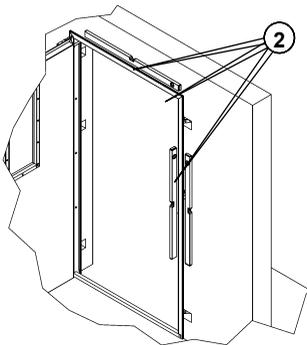
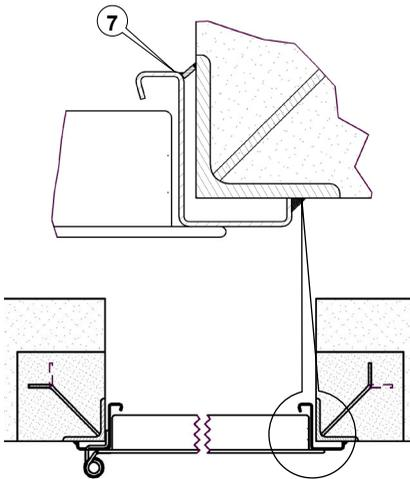

Abb. 97: Ausrichten des Türelementes mit der Wasserwaage
Abb. 103: Türelement an Maueranker angeschweißt (Mauerwerk- und Betonwand)
5. Zarge in allen Ebenen mit Hilfe einer Wasserwaage (siehe Abb. 97) ausrichten, ggf. unterkeilen.
7. Dübelbohrung D (Ø10) im Bereich der Anker (1) und (4) in die Wand einbringen.
14. Zarge an jeder Ankerstelle – falls erforderlich – durch Anschweißen von passenden, 2 mm dicken Stützblechen (siehe Abb. 103) gegen Verdrehen sichern.
4. Zarge im Bereich der Anker (1) und (3) ausreichend fest heften.
9. Zarge an jeder Ankerstelle am hinteren Zargenspiegel ggf. durch Anschweißen von passenden, 2 mm dicken Stützblechen (7) und/oder durch Hinterlegen von Unterlegblechen (ca. 70x30x5 mm) gegen Verdrehen sichern.
2. Eckzarge mit Schnellbauschrauben 4,8x50 mm durch die Bohrungen (1) und (3) mit der Wand fest verschrauben.
3. Eckzarge in allen Ebenen mit Hilfe einer Wasserwaage (siehe Abb. 97) ausrichten, ggf. unterkeilen.
6. Eckzarge mit Schnellbauschrauben 4,8x50 mm durch die Bohrungen (2) und (4) mit der Wand fest verschrauben.